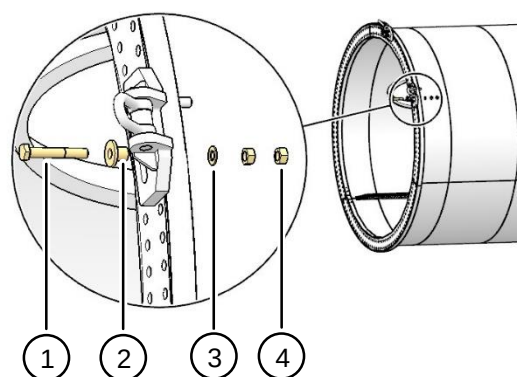

图 9-2 安装塔筒吊座
- 塔筒法兰螺栓孔为 $\phi 39 \sim \phi 60$ 时，按图 9-2 所示，将塔筒吊座安装在塔筒法兰上。
- 塔筒法兰螺栓孔为 $\phi 68$ 时，按照图 9-2 所示安装吊座，但是需要取消调整套 2。